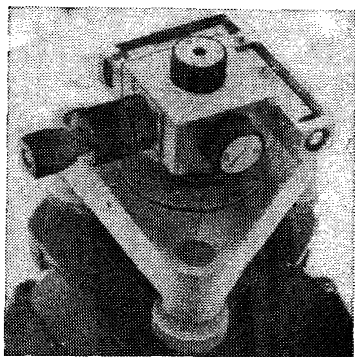

Рис. 31. Оптический двусторонний отвес ОДО
5.7. Оптический двусторонний отвес ОДО (рис. 31) предназначен для центрирования геодезических инструментов над и под точкой, может использоваться при производстве геодезических работ в строительстве для вертикального переноса опорных точек и строительных осей при небольших расстояниях визирования.